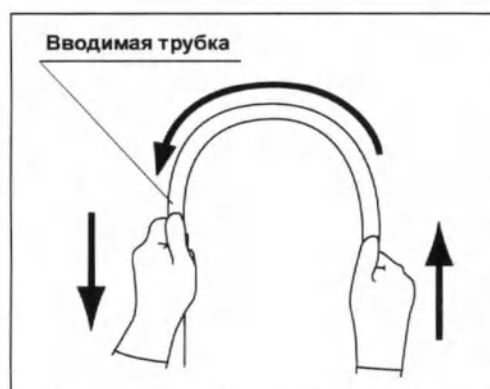

Рисунок 3.4
- 6** Обеими руками согните вводимую трубку полукругом. Затем, передвигая руки в направлении, указанном стрелками на рис. 3.4, убедитесь в том, что вводимая трубка пластична и легко сгибается в полукольцо по всей длине.